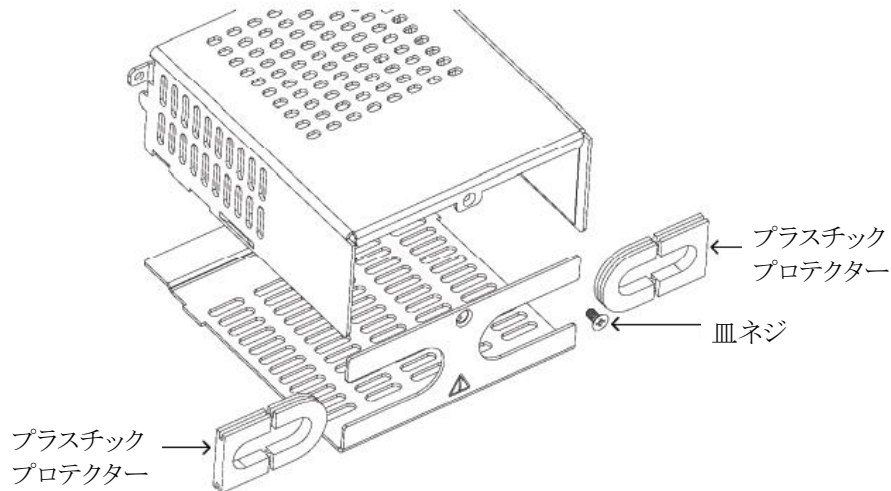

図4-35 出力端子カバーの分解方法
2. 図4-35に示すように出力端子カバー(製品に添付されています)の皿ネジを取り外して開け、プラスチックプロテクターを取り外してください。